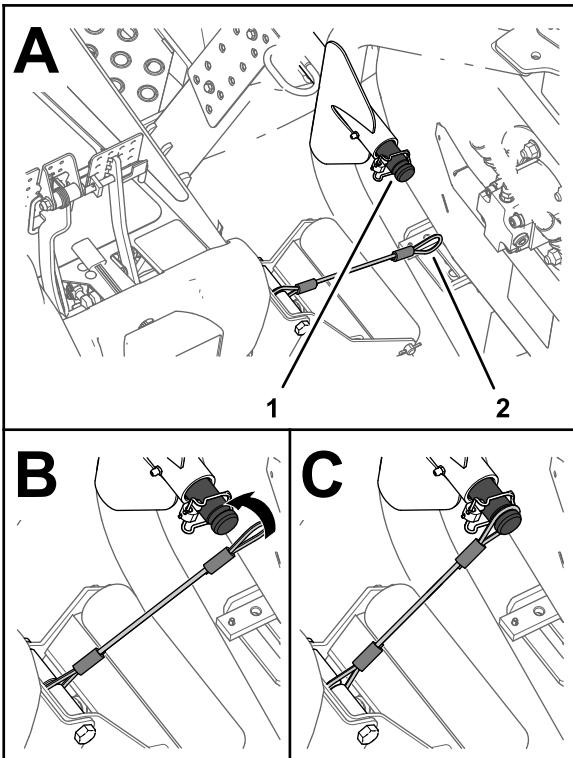

Figura 34
5. Alinee el cordón con el eje portador del brazo de elevación de la unidad de corte delantera exterior (Figura 34).
6. Coloque el bucle del cordón sobre el eje portador hasta que el cordón quede correctamente asentado en la ranura del eje (**Figura 34**).